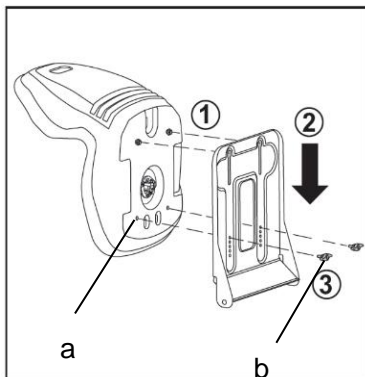

Fig.3A
2. Välj ett av de fem hålen på sätesplattan och placera vingbultarna (a) in i hålen. Skruva fast med medföljande vingmuttrar (b). Du kan flytta sätet till önskad position genom att välja mellan de fem hålen. (Fig. 3A)